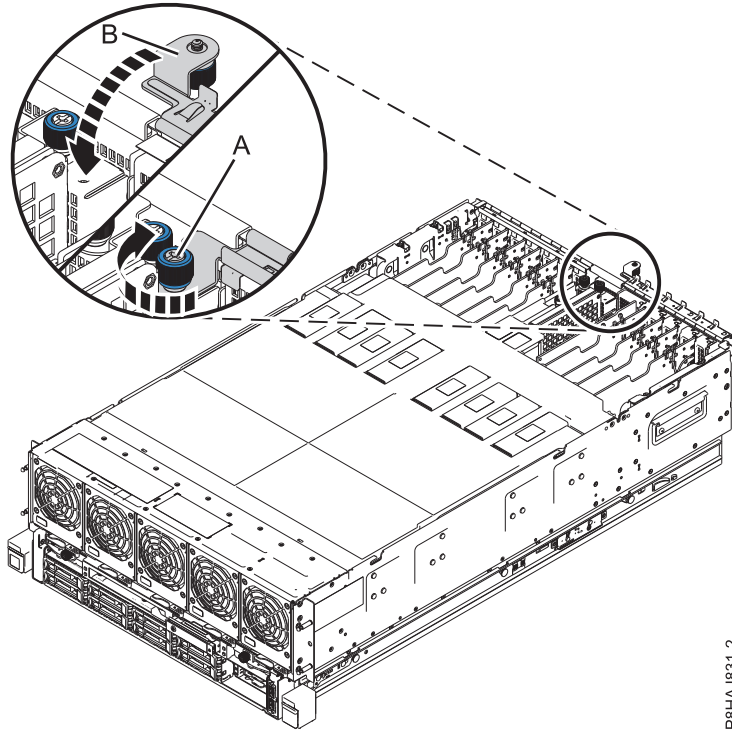

Figura 31. Cierre del pestillo de E/S
2. Cierre el pestillo de acceso de servicio (B) empujándolo hacia el chasis tal como muestra la Figura 31 en la página 51.
3. Apriete el tornillo de mano (A) girándolo en la dirección que se muestra para fijar el pestillo al chasis.